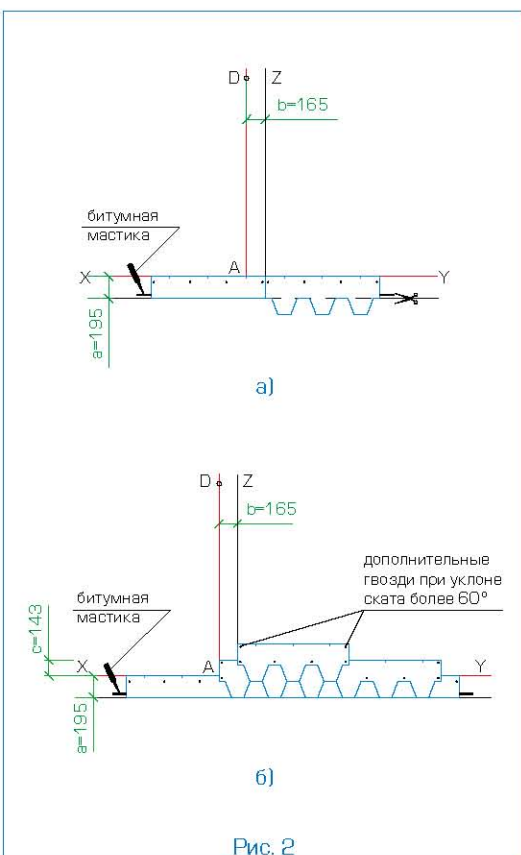

Рис. 2
Укладка материала (рис. 2)
- Начальный ряд формируется из листов черепицы НОРДИК с обрезанными лепестками. Полученные таким образом полосы шириной 19,5 см укладываются по линии карниза в обе стороны от линии Z (рис. 2а) и фиксируются по нижнему краю битумной мастикой, а по верхней кромке 4 гвоздями (ось гвоздей на 5 см ниже верхнего края полосы);
- далее первый ряд черепицы укладывается от линии AD (рис. 2б);
- второй ряд укладывается от линии Z (со смещением 16,5 см от AD) (рис. 2б);